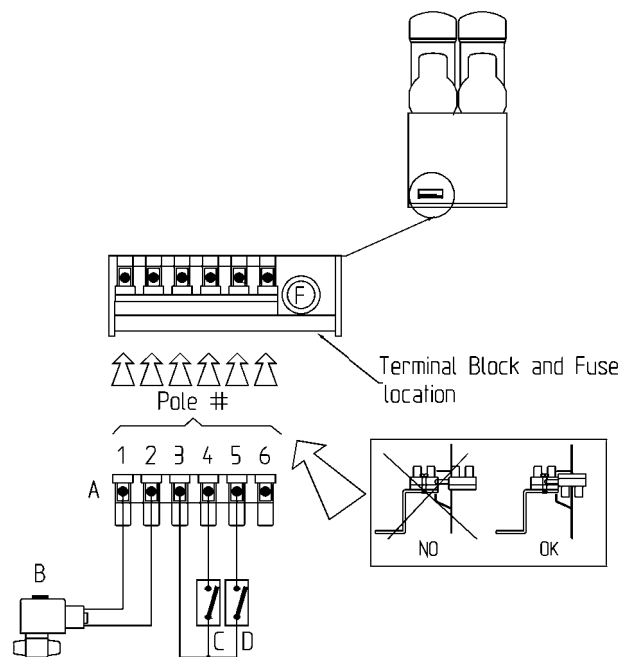

figura 19
- 2 - En la parte baja del panel posterior está situado un conector de 6 polos. Esta permite la conexión eléctrica de algunos accesorios como por ejemplo una electroválvula de seguridad para el agua de entrada o una serie de sensores de fin del producto (ver figura 19).
- 3 - La electroválvula de seguridad tiene como fin interrumpir el flujo del agua proveniente de la red hidráulica (si esta en el sistema de alimentación) cada vez que el sistema de recarga automática viene desactivado. Los sensores de fin de producto (uno por contenedor) desactivan el sistema de recarga automática y activan alarmas acústicas y visuales cada vez que la bebida de cada contenedor se acaba. La electroválvula de seguridad del agua, si esta montada, debe estar conectada eléctricamente a los polos #1 y #2 del conector (ver figura 19).
Una señal visual situada en la tapa posterior (alarma visual), y un avisador automático colocado en el interior de la tapa posterior (alarma acústica) advierten que el producto se ha acabado. Estos dispositivos funcionan solo si un sensor de fin de producto ha sido instalado y conectado al conector (ver figura 19).